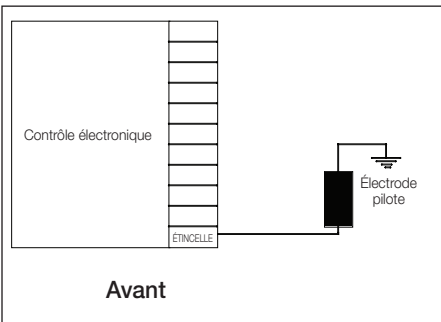

Figure 11
2. Retirer le fil de la borne « SPARK » (Étincelle) du contrôle électronique qui va de l'électrode pilote au contrôle électronique, comme illustré à la **Figure 11**.